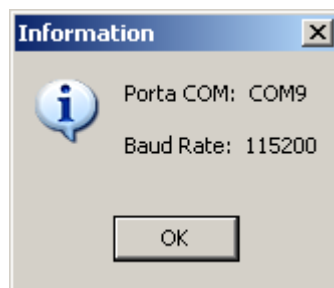

Fig. 50: Reconnaissance correcte de l'instrument
9. Un message comme celui de la Fig. 50 montre la reconnaissance correcte par le PC